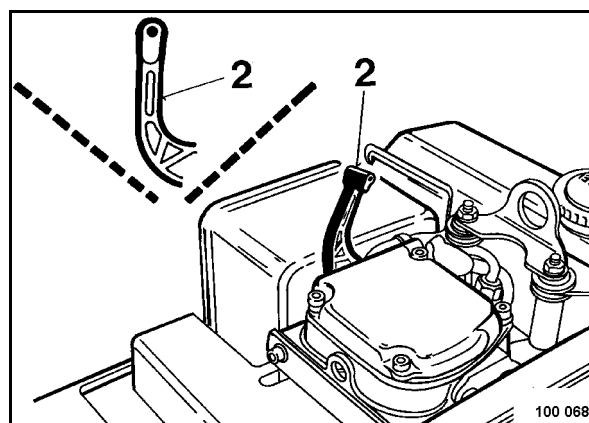

Fig. 64
- La palanca de descompresión (2) (Fig. 64) se debe encontrar en posición inicial.